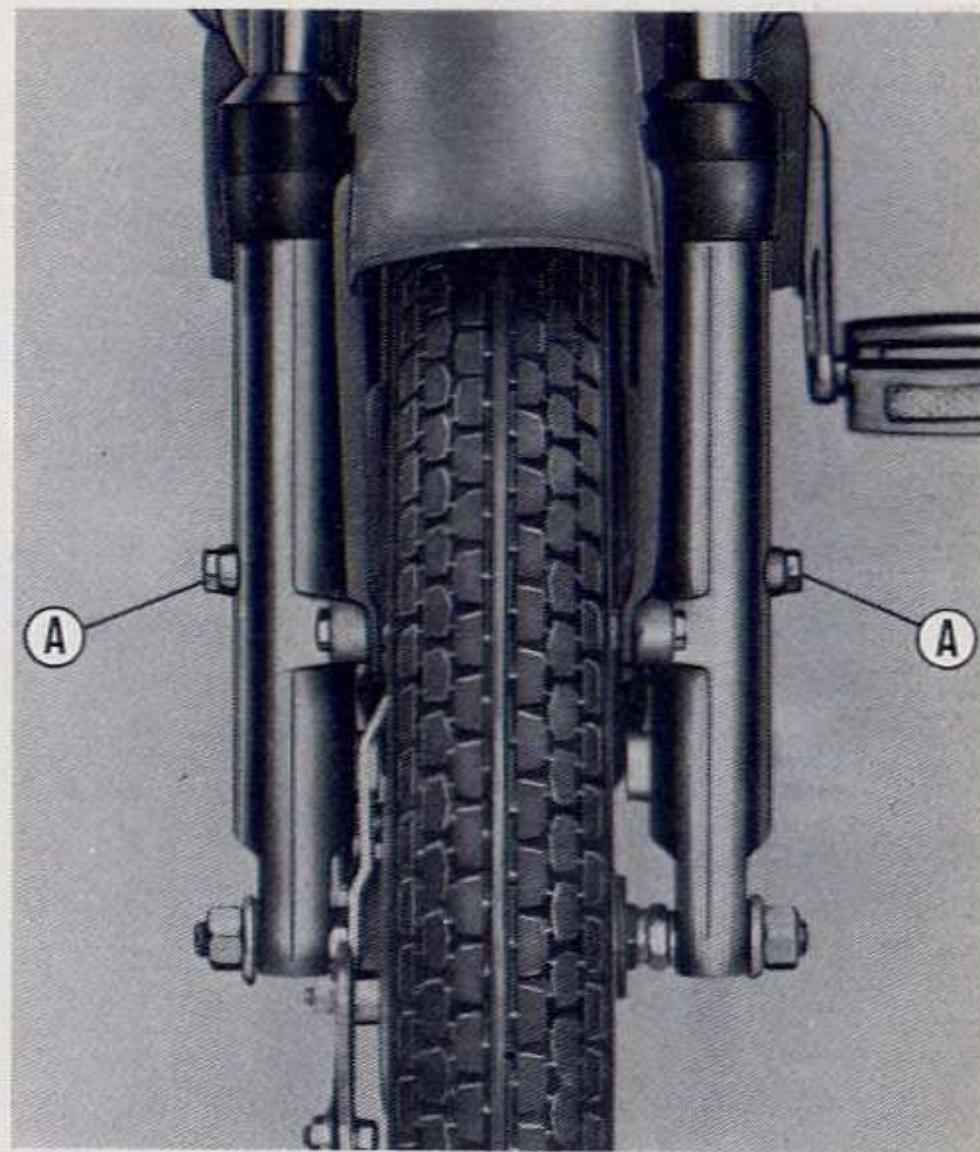

Fig. 2
*On « Bravo and Sì » provided with telescopic suspension, the oil must be on a level with the hole of the plug « A » marked « Olio » (fig. 2). Use oil ESSOLUBE 20 W, 30 g., each fork arm.*
*Sur le cyclomoteurs « Bravo et Sì » pourvus de suspension télescopique contrôler que l'huile effleure le trou du bouchon « A » marqué par « Olio » (fig. 2) huile ESSOLUBE 20 W, 30 g., pour chaque bras.*
*En los « Bravo y Sì » con suspensión telescópica controlar que el aceite roce el orificio del tapón « A » que lleva grabada la palabra « Olio » (fig. 2). Usar aceite ESSOLUBE 20 W, 30 g., por cada brazo de la horquilla.*